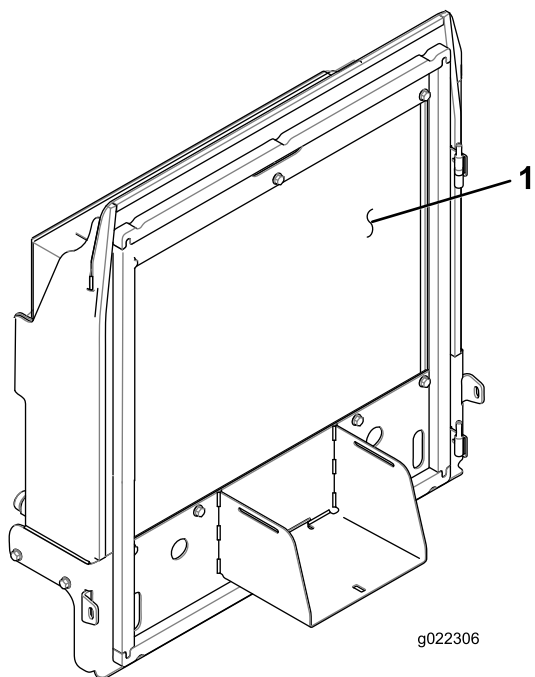

図 66
4. ラジエター・オイルクーラの裏表を圧縮空気ですっきりと清掃する図 66。